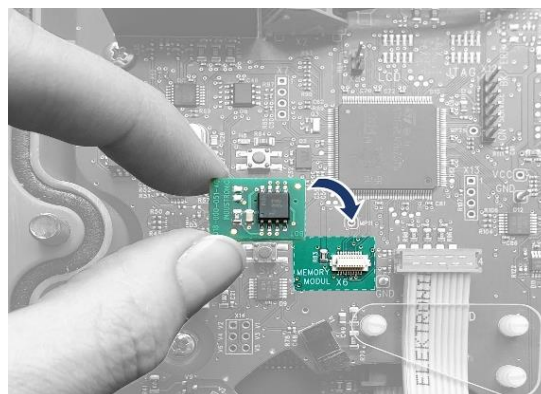

Abb. 4: Speichermodul aufstecken
3. Speichermodul vorsichtig auf die Buchse *Memory Modul X6* aufstecken (→ Abb. 4).